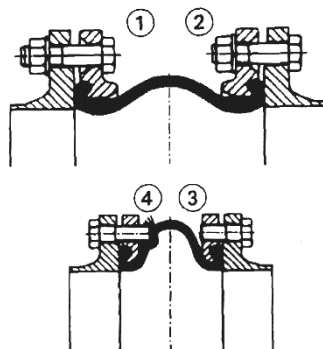

Рисунок 1 Фланцевые болтовые соединения на резиновом компенсаторе
- 2.17 В компенсаторах с фланцевым присоединением винты нужно просовывать со стороны диафрагмы (см. способ монтажа 1, рис. 1). Если это невозможно, то необходимо при способе монтажа 2 выбрать длину винта так, чтобы он не касался диафрагмы и не повреждал ее. Если на фланце компенсатора предусмотрены отверстия с резьбой, то следует обратить особое внимание, чтобы болт с нарезкой по возможности заканчивался на фланце (способ монтажа 3). Опасность повреждения слишком длинными винтами возрастает, если резиновая диафрагма в рабочем состоянии расширяется под давлением (способ монтажа 4).